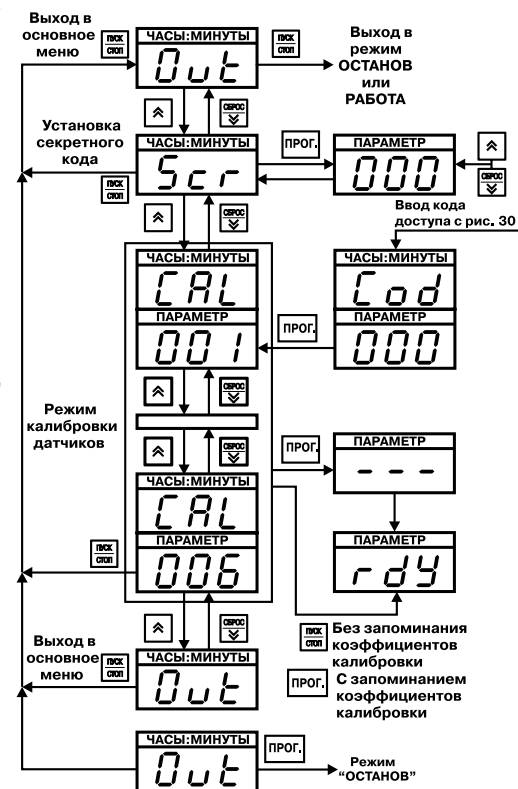

Рис. 33. Схема, поясняющая работу в уровне L4
4.2.5.1. На рис. 33 изображена схема, поясняющая программирование на уровне L3, где задаются значения параметров автонастройки ПИД-регуляторов.
4.2.6.1. На рис. 33 изображена схема, поясняющая программирование на уровне L4, где задаются значения параметров кали-бровки датчиков.